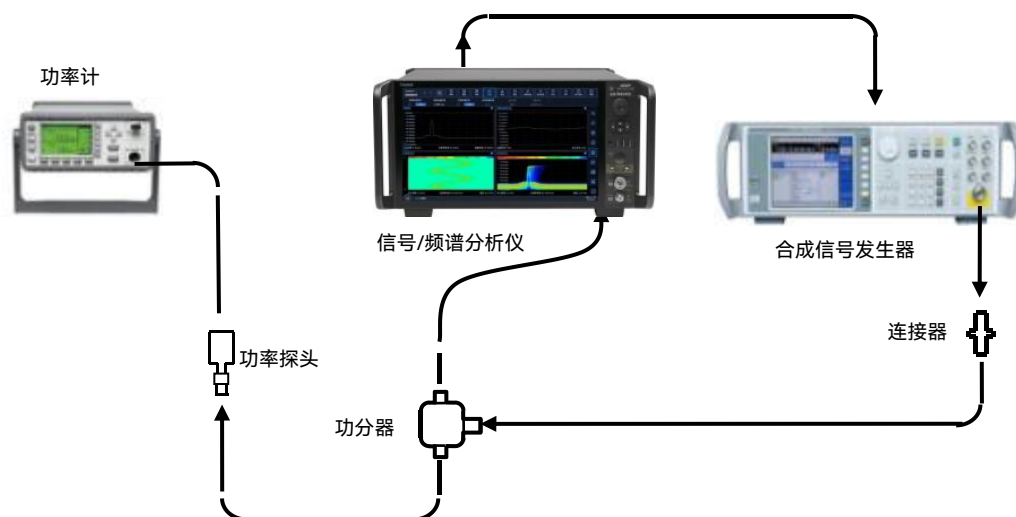

图 7.17 射频输入 2 频率响应测试示意图 (50MHz ~ 67GHz)
1) 按照图 7.17 所示连接测试仪器功分器的一端口与 4082 的射频输入 2 端口连接, 4082 的 10MHz 参考输出为合成信号发生器提供 10MHz 的外部参考输入;